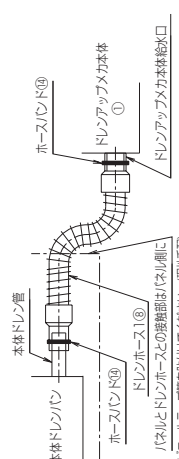

図11
- 本体ドレン管と、ドレンアップメカ本体①のドレン排水口をドレンホース⑨にて接続してください。...図11
- 接続口は、ホースバンド⑩にて固定(2カ所)してください。(ホースバンド⑩のネジ部分は、上にして固定してください。)